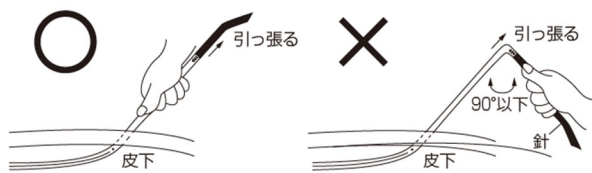

図7
- 4)針とクローバードレインチューブを鋭角（90°以下）に曲げたまま引っ張らないこと。針の根元でチューブが破断する可能性がある。できるだけチューブ全体を把持して引き出すこと。（図7）